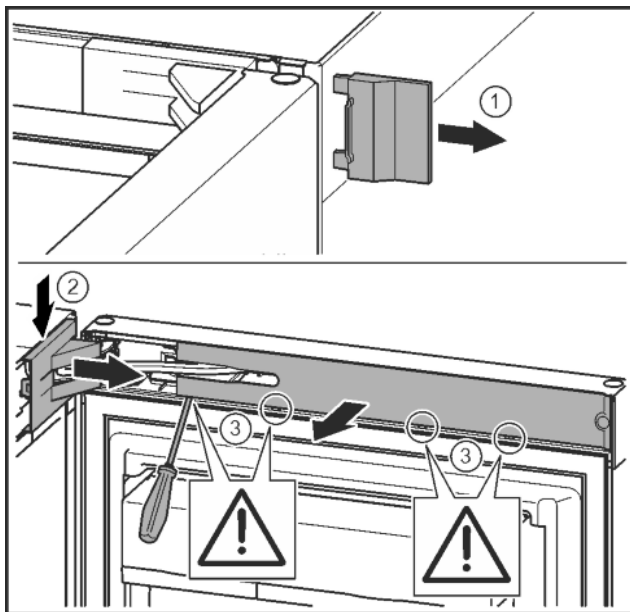

Fig. 8
- Skinite vanjski pokrov. Fig. 8 (1)
- Otkopčajte i otpustite pokrov podloška ležaja. Skinite pokrov podloška ležaja. Fig. 8 (2)
- Odvijačem s prorezom otkopčajte masku i zakrenite je u stranu. Fig. 8 (3)